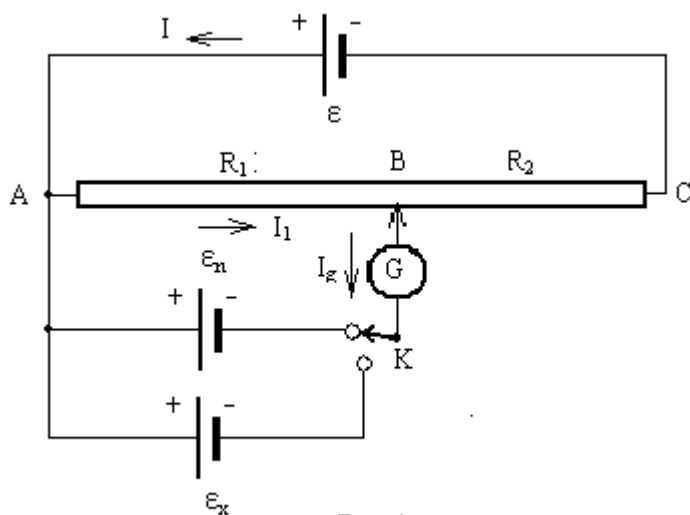

Рис. 1
Из формулы (2) видно, что показание вольтметра отличается от ЭДС на величину падения напряжения внутри источника тока. Чем больше измерительный ток, тем больше ошибка, а без измерительного тока вольтметр не работает. Поэтому для точного измерения ЭДС источников тока возникла необходимость создать такие способы измерения, когда измерительный ток был бы равен нулю. Этого удаётся достичь в так называемом методе компенсации ЭДС источника тока. Сущность этого метода можно понять на основе анализа процессов, происходящих в электрических цепях, изображённых на рис. 1.